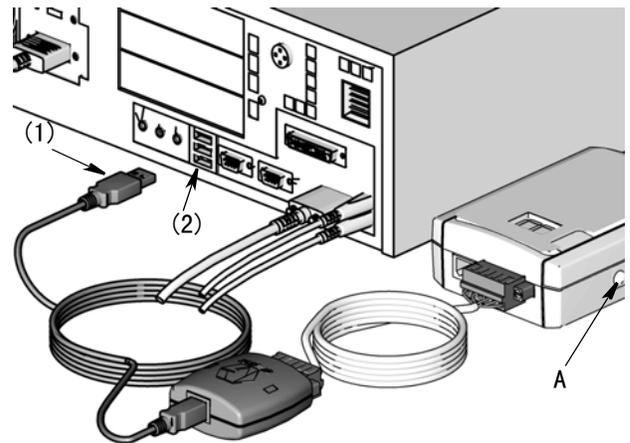

图 10
- 对收发器和 Matrix 电脑之间超过 4000 英尺（1219 米）的连接，则要求使用 RS422 适配器。参见第页的图 10 7。